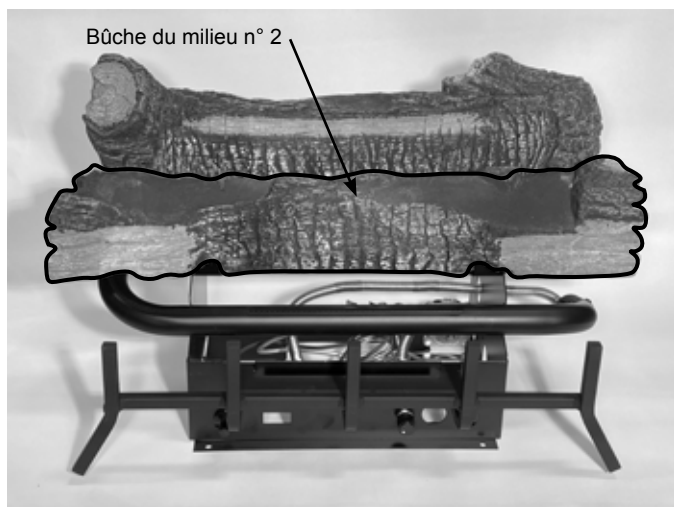

Figure 6.11 - Placer la bûche du milieu
2. Placez la bûche du milieu (n°2) sur le support du milieu. Figure 6.11